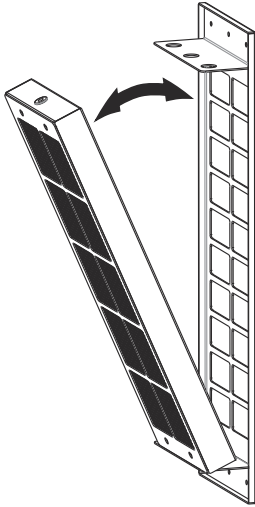

Fig. 5
3. ➤ Tag kulfilteret ud af rammen som vist på (Fig. 5).